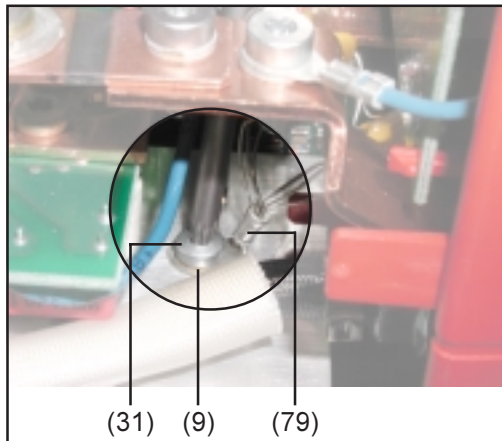

Abb. 4
- Temperaturfühler (9) und Schutzbeschaltung (79) mittels Schraube M4x14-TX20 (31) montieren
- Schraube M4x14-TX20 (31) mit 2 Nm befestigen (Abb.4)